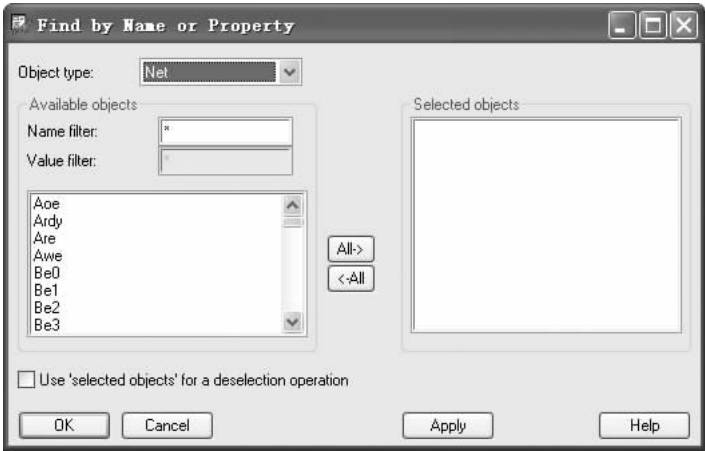

图 12-27 “Find by Name or Property”对话框（二）
4) 选择菜单栏中的“Setup (设置)”→“Constraints (约束)”→“Spacing Net Overrides (忽略网络间隔)”命令，在“Find (查找)”面板中的“Find By Name (按名称查找)”中选择“Net (网络)”选项，单击“More (更多)”按钮进入图 12-27 所示对话框。